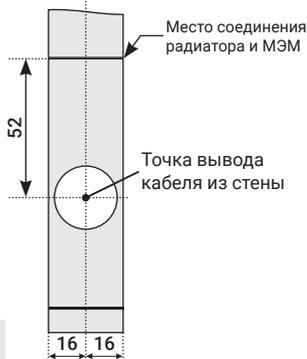

Рис.7
4.2.1. Для монтажа через скрытую проводку производитель рекомендует придерживаться следующих требований: кабель для подключения должен быть медным, с сечением $3 \times 1.5 \text{ мм}^2$. Точка вывода кабеля из стены (рис. 7).